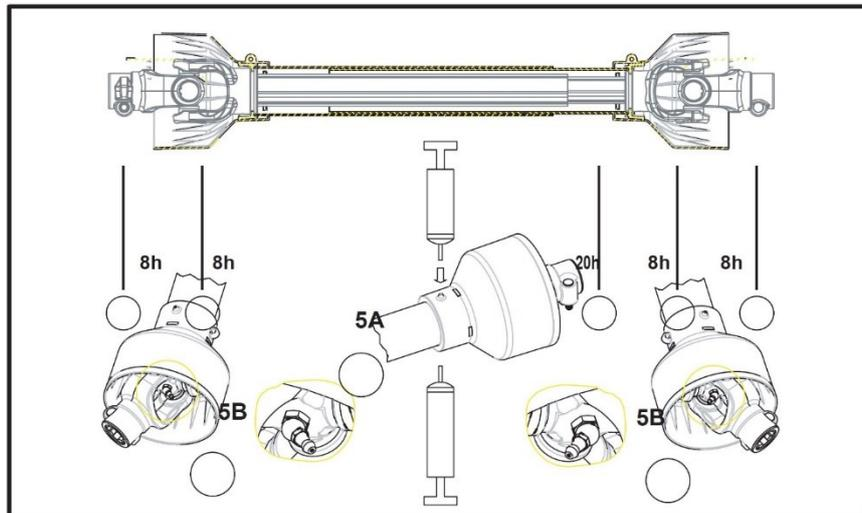

Figure 5
- Pour conserver le joint à cardan en parfait état de fonctionnement, il faut lubrifier l'arbre aux endroits indiqués sur la fig. 5 selon la fréquence en heures prescrite et indiquée.
- Utiliser une graisse au lithium de type L EP1 ou L EP2. Utiliser l'orifice prévu à cet effet sur les bols pour graisser les bagues des protecteurs fig. 5, pos. A, et les graisseurs prévus à cet effet pour lubrifier les croisillons fig. 5, pos. B.